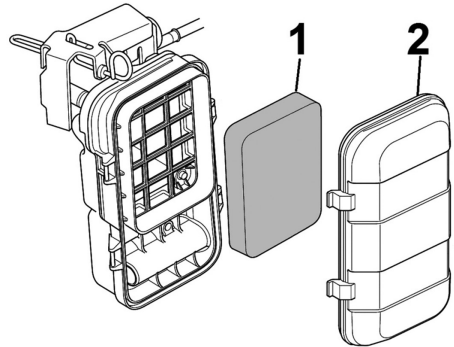

Рис. 17 Обслуживание воздушного фильтра
1. Нажмите на фиксаторы и снимите крышку корпуса воздушного фильтра (Рис. 17 п. 2).
2. Извлеките воздушный фильтр (Рис. 17 п. 1).